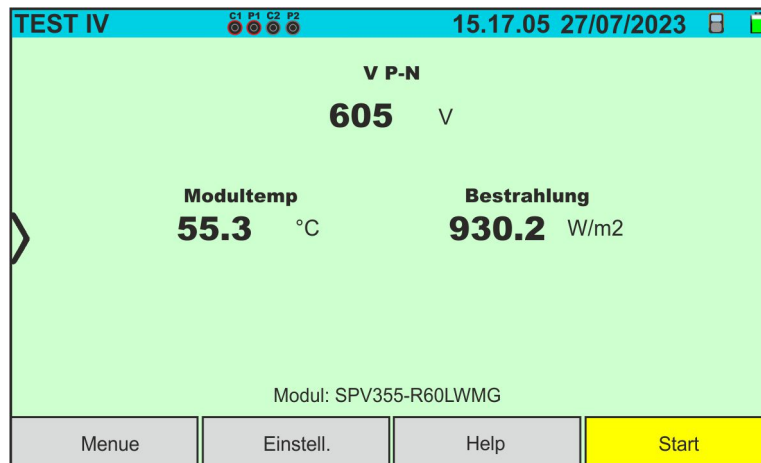

Abb. 40: Startbildschirm I-V Kurven-Messung an Monofazialen Modulen
4. Bei **Monofazialen** Modulen ist die Anzeige von Abb. 40 am Display vorhanden. Es werden die folgenden Parameter angezeigt:
5. Bei **Bifazialen** Modulen ist die Anzeige von Abb. 40 am Display vorhanden. Es werden die folgenden Parameter angezeigt: